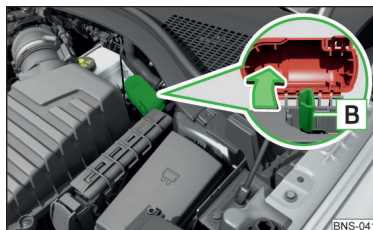

Fig. 347
Le pôle positif **B** se trouve sous un couvercle dans le compartiment moteur » fig. 347.
- Raccordez la borne de polarité positive du câble d'aide au démarrage sur la position **B** » fig. 347.